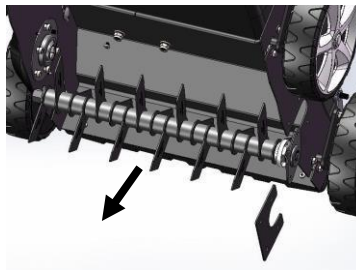

Abb.11B
- Entfernen Sie die vier Schrauben. (Abb.11B)